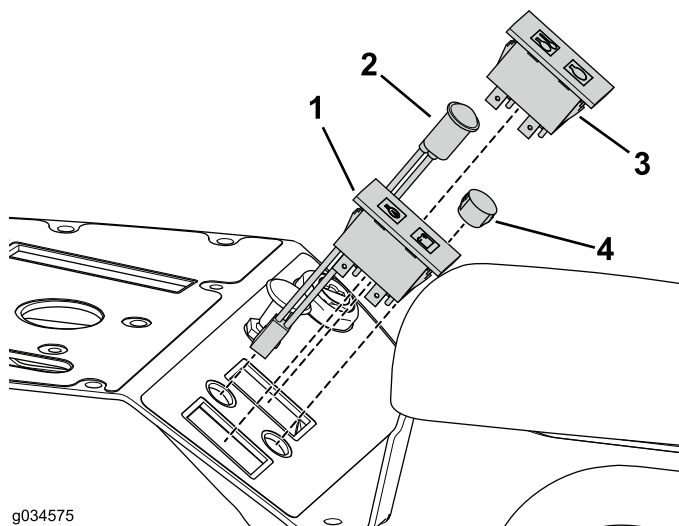

Figura 10
1. Retire los indicadores de advertencia de la consola, si están instalados (Figura 10).